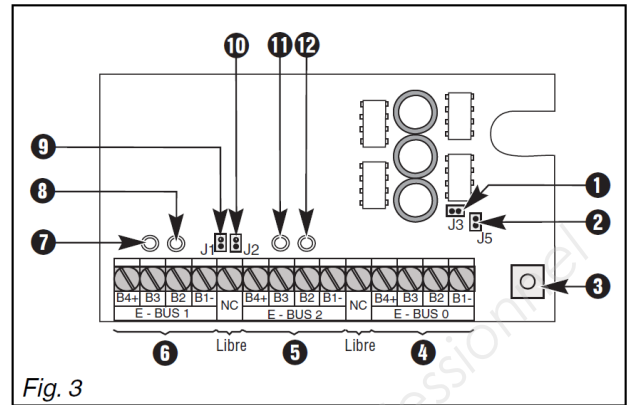

Fig. 3
### 3.2.1 Carte amplificateur de bus SMR 11 (fig. 3)
Si la carte SMR 11 n'est pas montée dans le boîtier SAR 11, le connecteur ❷ de la (fig. 3) doit, soit être relié à un contact d'auto surveillance externe, soit être mis en court circuit.